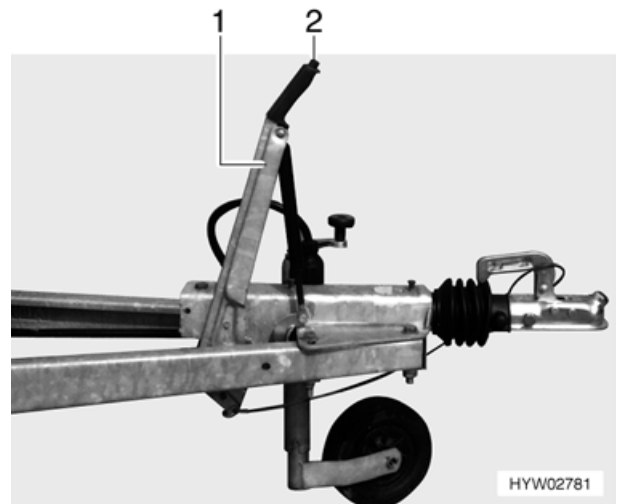

Bild 10 Feststellbremse
- Beim Abstellen des Caravans die Feststellbremse (Bild 10,1) fest anziehen. Sie rastet selbsttätig ein.
- Zum Lösen auf den Sicherungsknopf (Bild 10,2) drücken und den Bremshebel absenken.